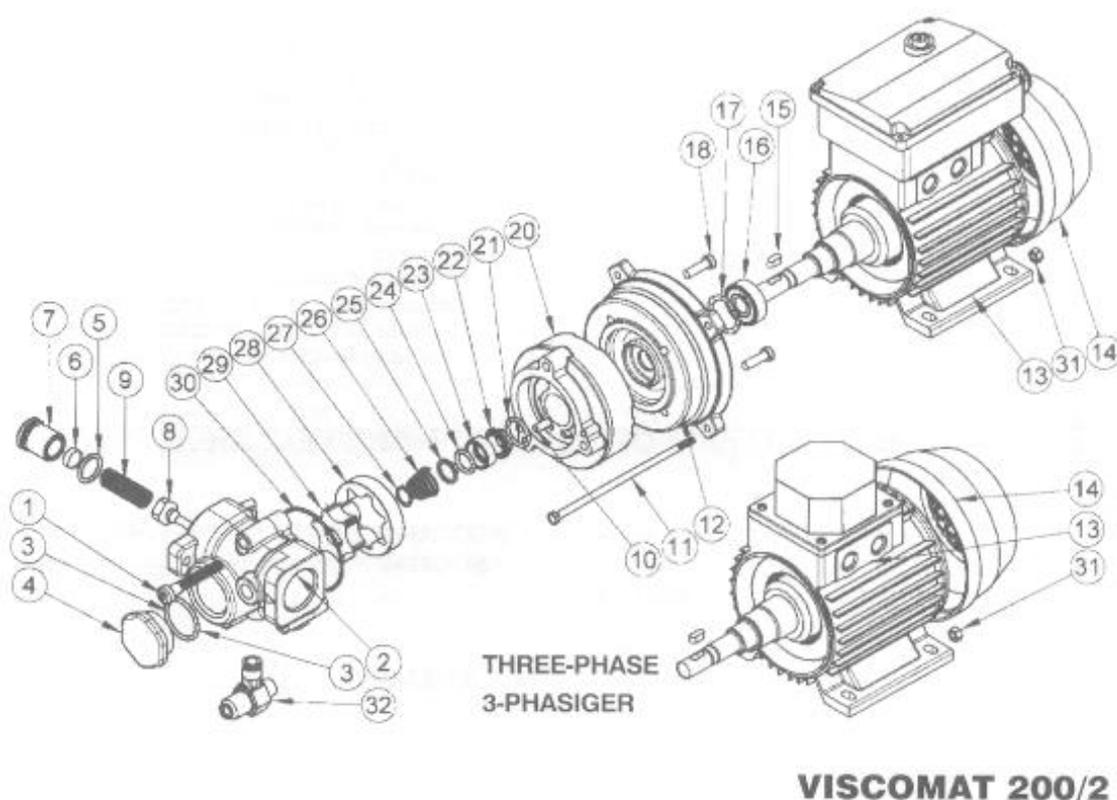
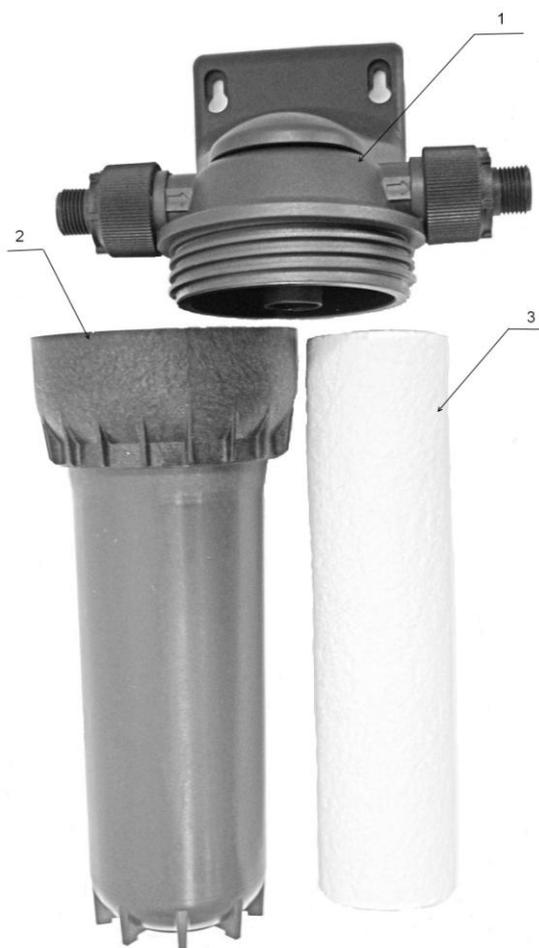

Рис. 20. Схема разборки насоса
Рис.21. Фильтр тонкой очистки топлива.
7. Проверка загрязнения фильтра топливного насоса (Рис.20) и фильтра тонкой очистки (Рис.21).
4.5.2 Обслуживание фильтра тонкой очистки заключается в замене фильтрующих вставок из полипропилена, размер 20", фильтрующая способность 20 мкм. Для замены отверните колбу фильтра (Рис.21 поз.2), от корпуса фильтра (Рис. 21 поз.1), замените фильтрующую вставку (Рис.21 поз.3), установите колбу на место. Замена вставок производится ежемесячно при сильной загрязненности масла еженедельно.
Корпус насоса проверяется на наличие механических повреждений, масляных подтеков со стороны прокладки 4, а также проверяется герметичность болтовых соединений 1 (Рис. 20).
Очистка топливного насоса проводится ежемесячно, при сильном загрязнении топлива – еженедельно в течение всего отопительного сезона, предварительно демонтировав его, согласно пункту 4.5.1 (Рис. 20), в виде продувки фильтра сжатым воздухом. После сбора насоса, согласно пункту указанному выше, необходимо промыть его дизельным топливом.